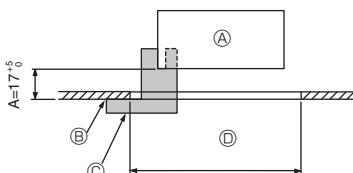

Fig. 9-2
① Gitter	1	950 x 950 (mm)
② Monteringsmåler	1	(Delt inn i 4 deler)
③ Trådløs fjernkontroll	1	For PLP-6EALM
④ Holder for fjernkontroll	1	Inkludert når utstyrt med den trådløse fjernkontrollen.
⑤ LR6 AA-batterier	2	Inkludert når utstyrt med den trådløse fjernkontrollen.
⑥ 3,5 x 16 senkeskruer	2	Inkludert når utstyrt med den trådløse fjernkontrollen.
9.2. Gjøre klar til å feste gitteret (Fig. 9-2)